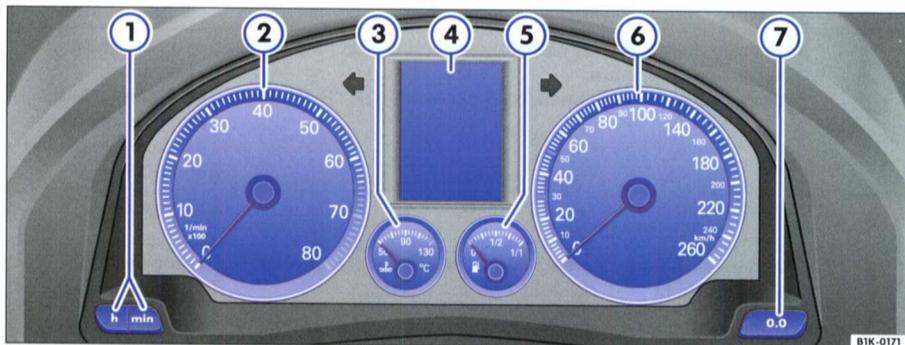

Fig. 3 Détail du tableau de bord : combiné d'instruments
Le début de la zone rouge du compte-tours ⇒ page 8, fig. 3 ② représente, pour chaque vitesse, le régime maximal autorisé du moteur rodé et à sa température normale de fonctionnement. Il est recommandé d'engager la vitesse immédiatement supérieure, de placer le levier sélecteur en position **D** ou de lever le pied de l'accélérateur avant que l'aiguille n'atteigne cette zone.
Le totalisateur situé à droite ③ enregistre les trajets partiels. Le dernier chiffre du totalisateur partiel indique les hectomètres. Vous pouvez remettre le totalisateur partiel à zéro en appuyant sur le bouton de remise à zéro [0.0] ⇒ page 8, fig. 3 ⑦.